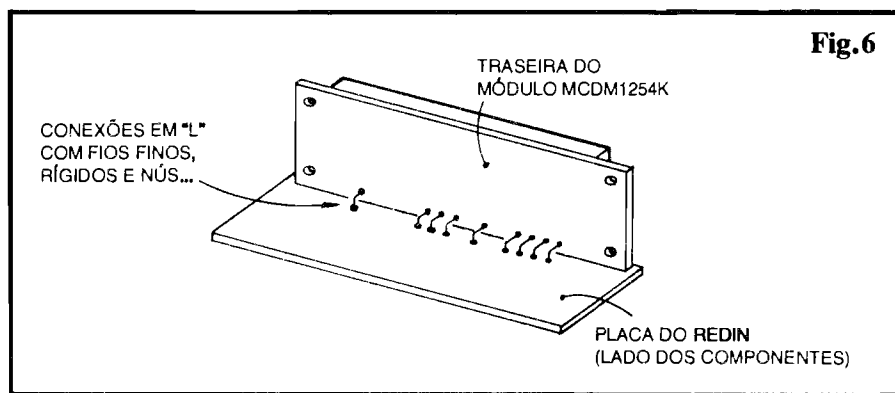

Fig.6
- **FIG. 6 - DETALHES DA INTER-LIGAÇÃO DAS PLACAS**... - Com a plaquinha de "apoio" vista pela face que contém os componentes, e o Módulo MCDM1524K observado pela "traseira", a disposição em "L" do conjunto fica evidente e clara... Notar que as interligações devem ser feitas a